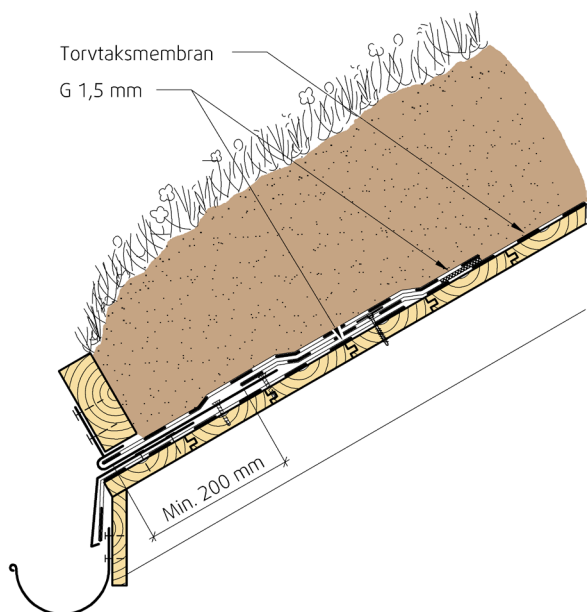

Fig. 2
- Knekt til torvhaldstokk (ved utvendig renne - se fig. 2)
Ved bruk av utvendig renne, avsluttes torvtaksmembranen med festepunkter (skruer og skiver) Se fig. 2. Alternativt kan Protan G sveises til plastbelagt takfotbeslag med forsterkninger av Protan G over hver skjøt i beslag. Torvhaldskroker monteres med skruer gjennom membranen og ned i bærende underlag. Smalere baner av Protan G legges over torvhalskroker, slik det fremgår av fig. 2, og sveises i overkant mot torvtaksmembranen.